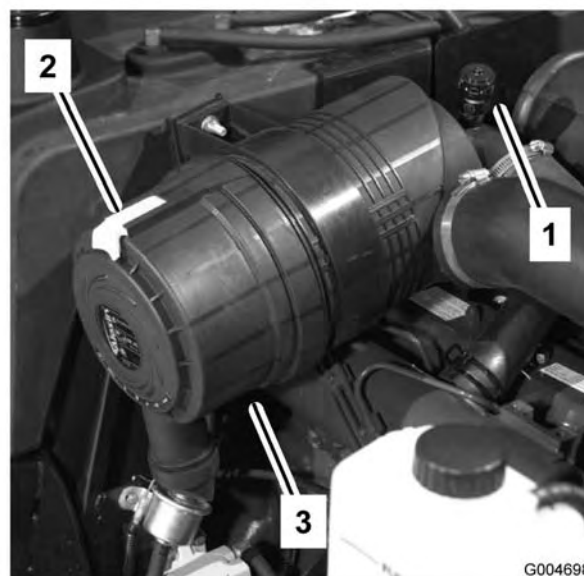

Figure 45
Faites l'entretien du filtre à air quand l'indicateur de colmatage (Figure 45) est rouge ou toutes les 400 heures (plus fréquemment si vous travaillez dans une atmosphère extrêmement poussiéreuse ou sale). N'effectuez pas l'entretien du filtre à air trop souvent.
1. Tirez le verrou vers l'extérieur et tournez le couvercle du filtre à air dans le sens anti-horaire. Enlevez le couvercle du corps (Figure 45). Nettoyez l'intérieur du couvercle du filtre à air.
6. Réarmez l'indicateur de colmatage (Figure 45) s'il est rouge.